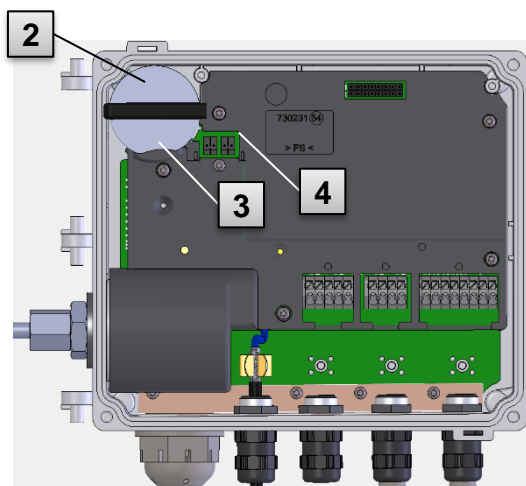

Abb. 25
4. Entfernen Sie die Batterie (Abb. 25: **2**) aus der Batteriehalterung (Abb. 25: **3**).
5. Wählen Sie den freien Anschluss auf der Platine zum Anschluss der neuen Batterie (K9 oder K10; Abb. 25: **4**).
6. Platzieren Sie die neue Batterie im Inneren (Abb. 25: **2**) und stellen Sie sicher, dass die Batterie korrekt in der Batteriehalterung verankert ist.